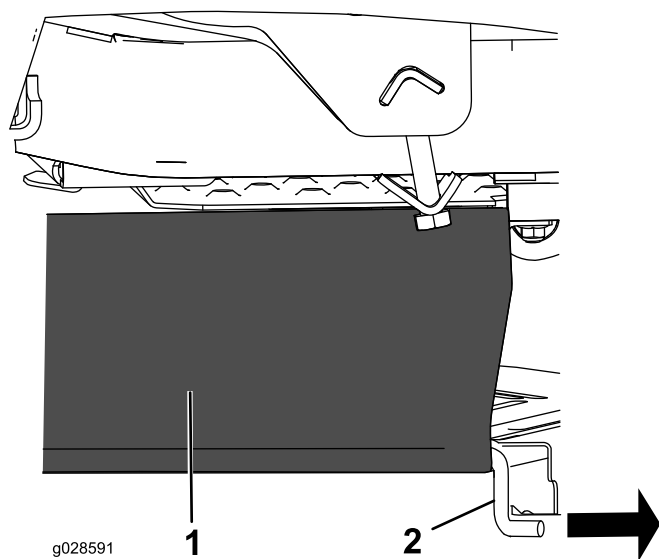

Figura 7
1. Fate scorrere l'asta di supporto esistente ed estraetela dalla cortina del piatto di taglio (Figura 7); conservate l'asta per un uso futuro della macchina senza cesto di raccolta.